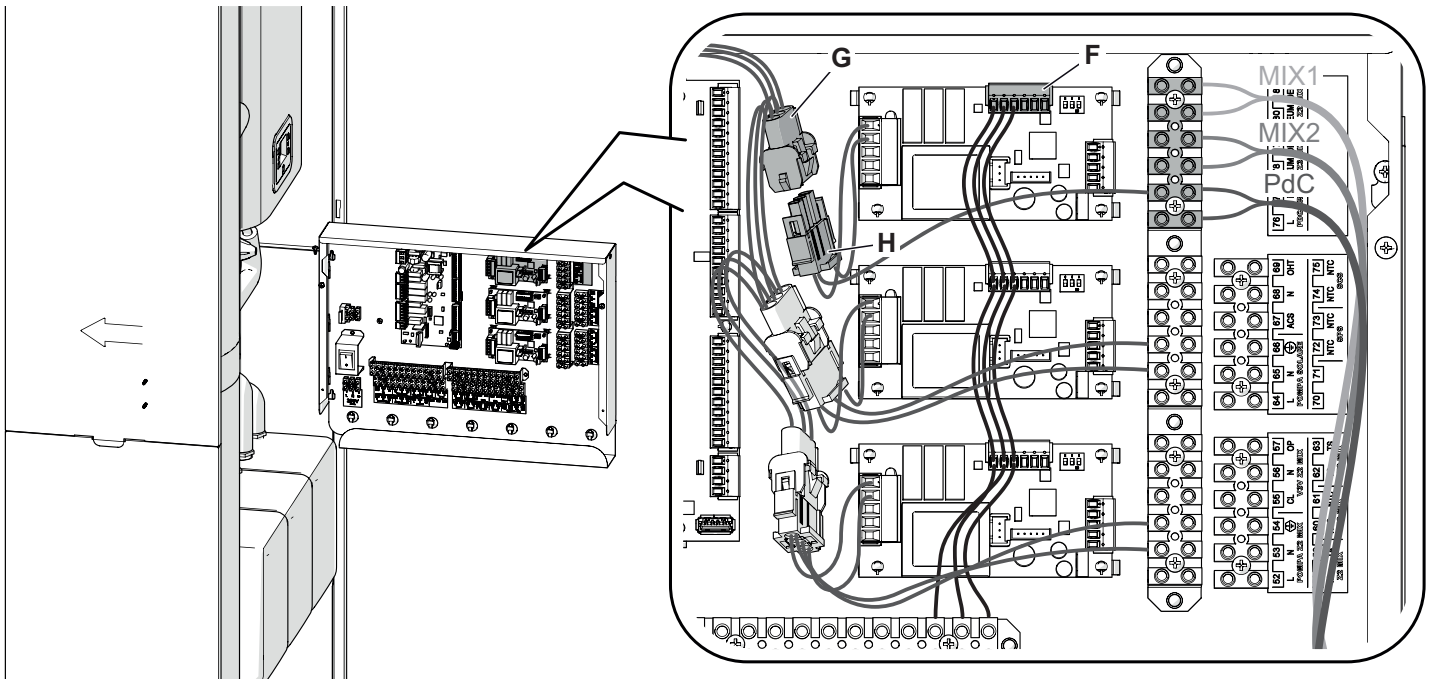

Figura 2.47
- Collegare uno dei terminali a 6 poli (F), presenti all'interno del quadro di sistema, alla scheda di controllo.
- Collegare uno dei connettori a 3 poli (G), presenti all'interno del quadro di sistema, al connettore a 3 poli (H) della scheda di controllo.
- Collegare alla morsetteria i cavi (non forniti) provenienti dai deumidificatori zona MIX1 e zona MIX2 e quello di blocco PdC (Figura 2.47). Bloccarli con l'apposita fascetta.